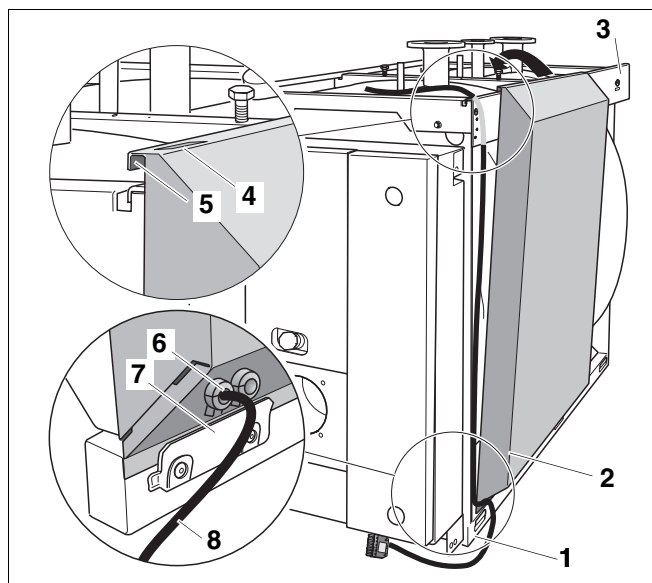

Fig. 30 Montage du panneau latéral avant avec le câble de brûleur
- Glisser le câble du brûleur avec le serre-câble (fig. 30, **pos. 8**) sous la traverse latérale (fig. 30, **pos. 3**) jusqu'au cadre de base du corps de chaudière (fig. 30, **pos. 1**).
- Appuyer le panneau latéral avant (fig. 30, **pos. 2**) sur le corps de chaudière.
- Veillez à ce que la fente du panneau latéral avant (fig. 30, **pos. 4**) soit dirigé vers l'avant.
- Glisser le câble du brûleur avec le serre-câble (fig. 30, **pos. 8**) par le chemin de câbles (fig. 30, **pos. 6**) du panneau latéral avant (fig. 30, **pos. 2**). La fiche de raccordement du brûleur (grande) est à l'extérieur.
- Placer le panneau latéral avant (fig. 30, **pos. 2**) derrière les attaches du cadre de chaudière (fig. 30, **pos. 7**) et accrocher avec le bord (fig. 30, **pos. 5**) aligné sur la traverse latérale (fig. 30, **pos. 3**).